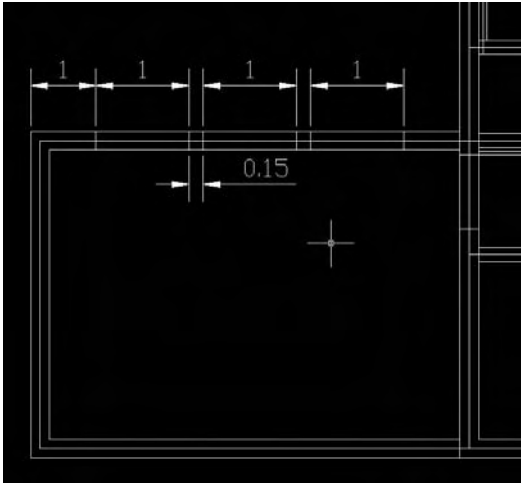

Fig.20.7
- 4 Ajoutez trois fenêtres au garage. Pour cela, tracez trois rectangles de  $1 \times 1.5$  m espacés de  $0.15$  m et situés à  $1.5$  m du sol (fig.20.7).